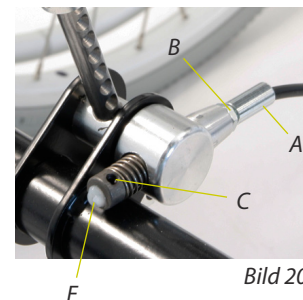

Bild 20
Vajern justeras med hylsan (A, bild 20) vid tippåls. Gör så här:
8. Knipsa av vajeränden så att ca 2-3mm blir kvar utanför tappen och sätt en klick silikon eller smältlim (E, bild 20) på vajeränden som skydd mot det vassa.